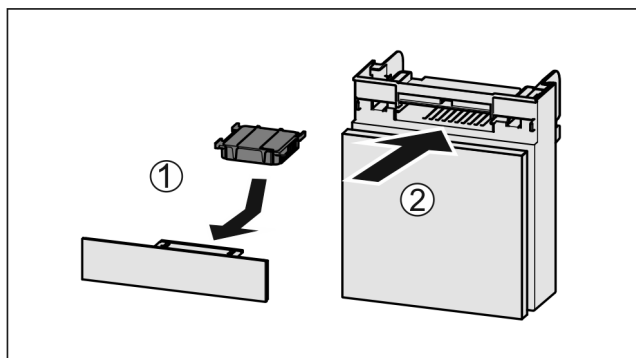

Fig. 141
- ▶ Filtr s aktivním uhlím vložte podle vyobrazení Fig. 141 (1).
- ▶ Zásuvku zasuňte Fig. 141 (2).